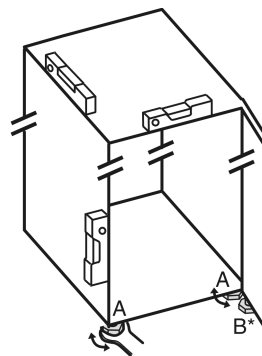

Fig. 5
- ▶ Seřizovací nožky Fig. 5 (A) vyšroubujte pomocí přiloženého vidlicového klíče a pomocí vodováhy, dokud nebude spotřebič pevně vyrovnaný.
- ▶ Seřizovací nožku Fig. 5 (B) na stojanu ložiska vytáchejte pomocí přiloženého vidlicového klíče, až dosedne na zem.
- ▶ Seřizovací nožku Fig. 5 (B) otáchejte dál o 90°.